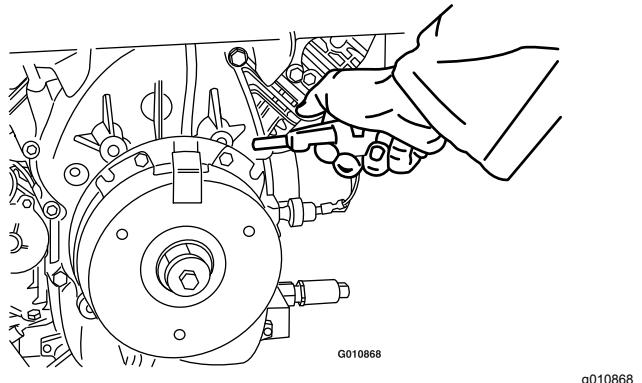

Figure 68
2. Soufflez de l'air comprimé sous le pôle et autour des entretoises du frein pour éliminer tout débris (Figure 68).